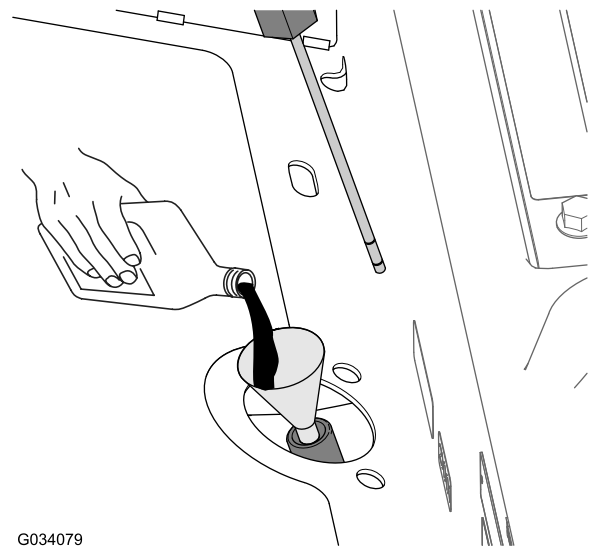
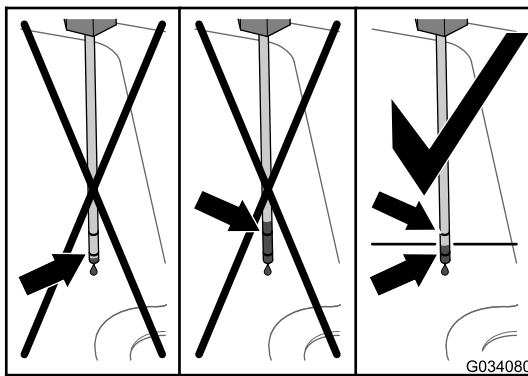

Figure 85
Figure 84
4. Ressortez la jauge et vérifiez le niveau de liquide (Figure 84).
5. Si le niveau de liquide est en dessous du repère minimum sur la jauge, versez le liquide hydraulique spécifié dans le tube de remplissage (Figure 85) jusqu'à ce que le niveau se situe entre les repères minimum et maximum sur la jauge (Figure 84) ; voir Spécifications de liquide hydraulique (page 63).
6. Versez le liquide hydraulique spécifié dans le tube de remplissage (Figure 85 de Contrôle du système hydraulique et du niveau de liquide \(page 63\)) jusqu'à ce que le niveau dans le carter de la boîte-pont (réservoir) se situe au centre entre les repères inférieur et supérieur sur la jauge (Figure 84 de Contrôle du système hydraulique et du niveau de liquide \(page 63\)) ; voir Spécifications de liquide hydraulique \(page 63\).